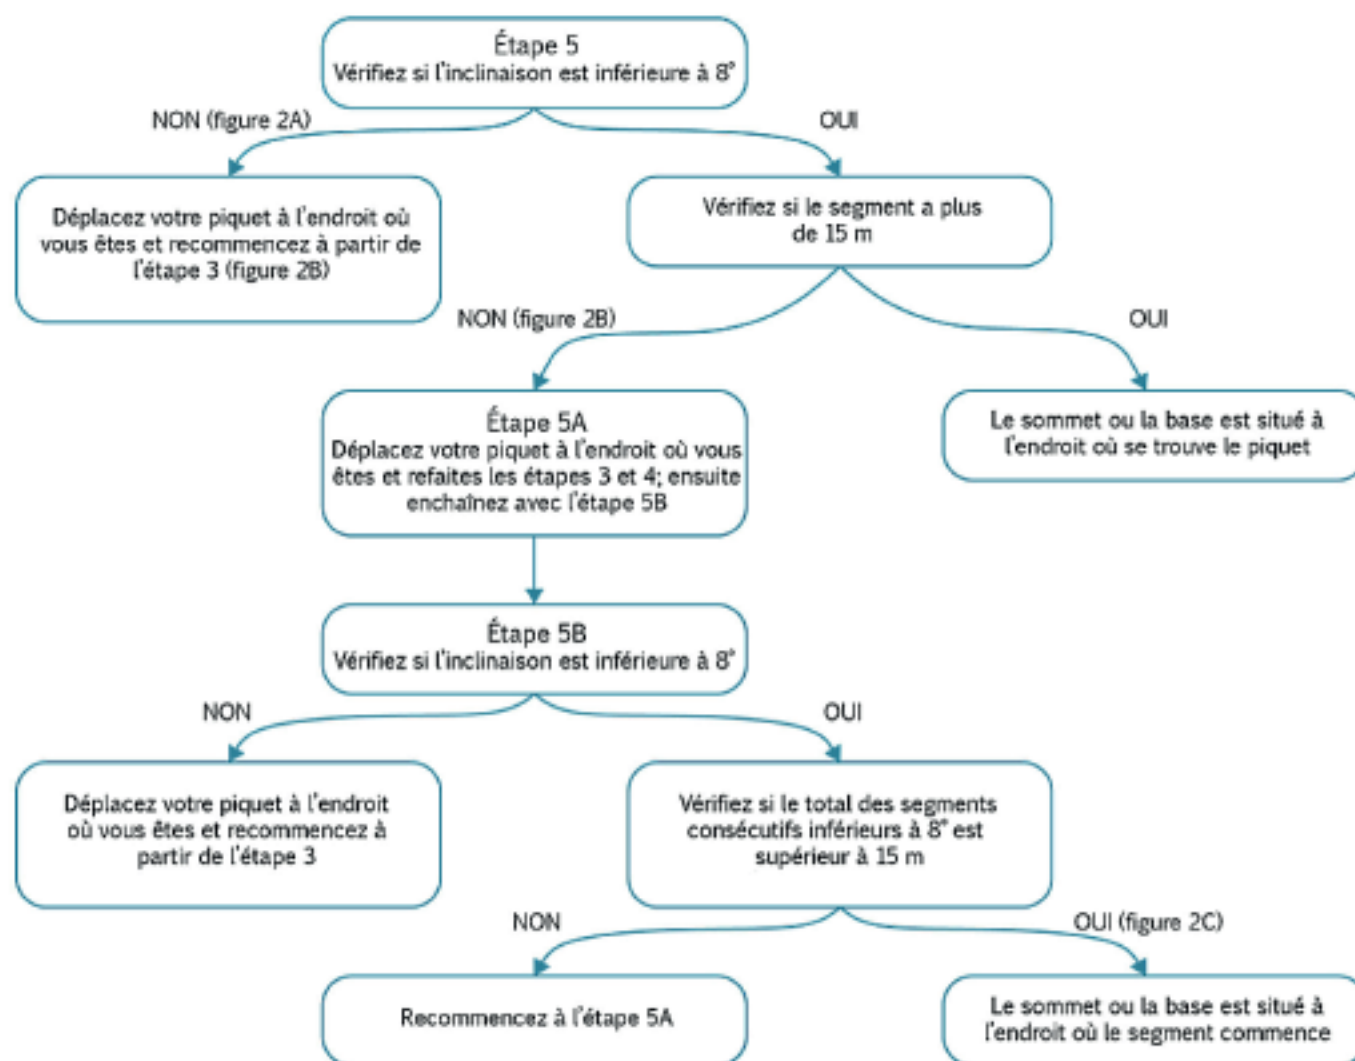

Figure 2A | Détermination du sommet et de la base d'un talus
2. Installez le piquet de repère à l'endroit où un changement de pente franc est observable (figure 2A).